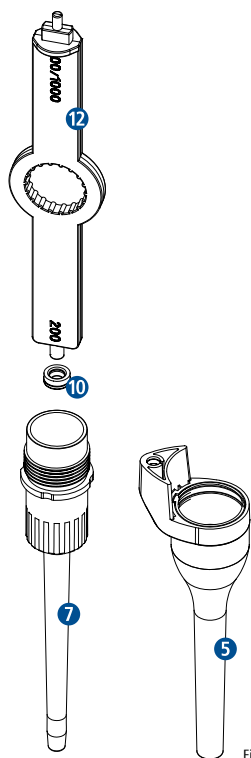

Fig. 6
- Togliere l'anello di tenuta **10** utilizzando il dispositivo ausiliario (Fig. 6) dal cono del puntale e sostituirlo (per gli anelli di tenuta di ricambio, ved. punto 8 Informazioni per l'ordine).